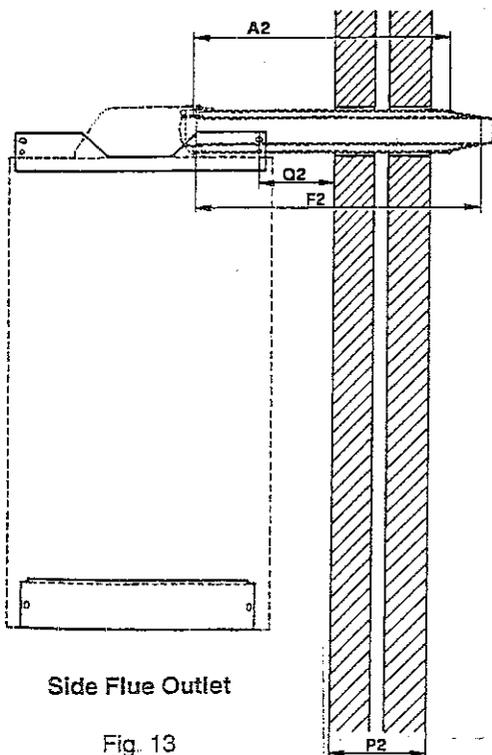

Fig. 13
- 4.2 **Side Flue Outlet (fig. 13).**